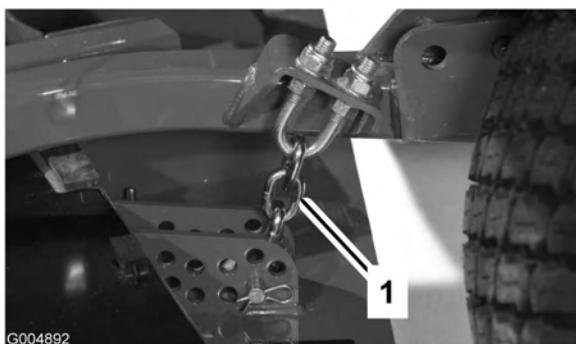

Figure 74
3. Enlevez la goupille fendue et l'axe de chape qui fixent les chaînes de hauteur de coupe à l'arrière du plateau de coupe (Figure 74).